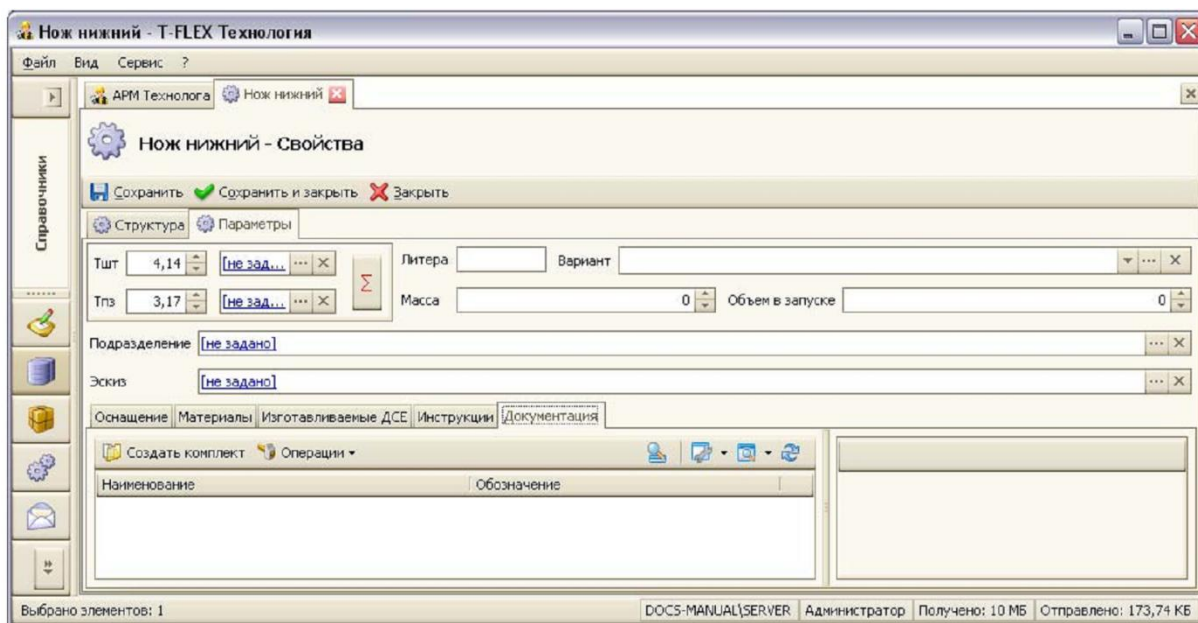

Рис. 83 Создание комплекта технологической документации из окна свойств технологического процесса
2. Перейти на закладку «Параметры», а затем «Документация», как показано на Рис. 83, и нажать на кнопку  Создать комплект.